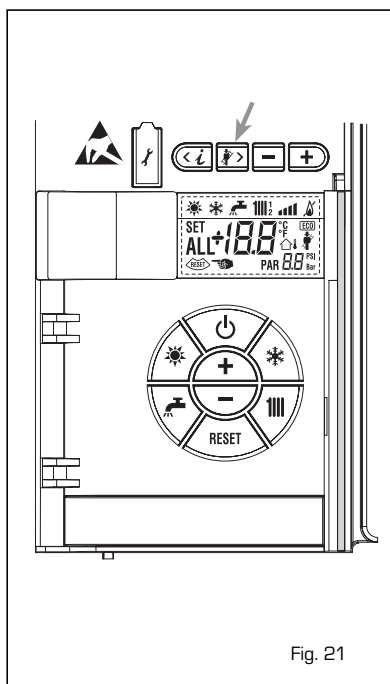

Fig. 21
4.4.2 Funzione spazzacamino (fig. 21)